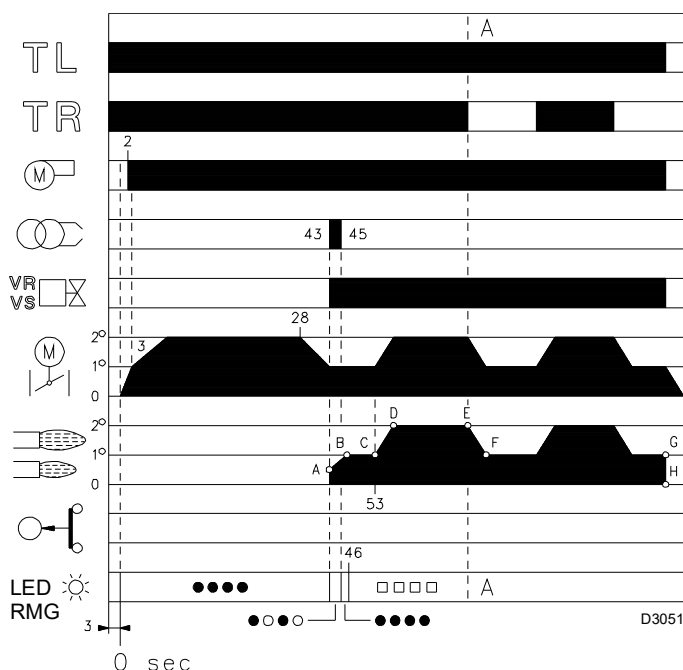

Fig. 31
Fermeture de la télécommande TL. (Fig. 31)
**Installation munie d'une télécommande TR (Fig. 31)**
**Installation sans TR, remplacée par un pont (Fig. 31)**
Le démarrage du brûleur se fait comme dans le cas précédent. Par la suite, si la température ou la pression augmente jusqu'à l'ouverture de TL, le brûleur s'éteint (segment A-A dans le diagramme Fig. 31).